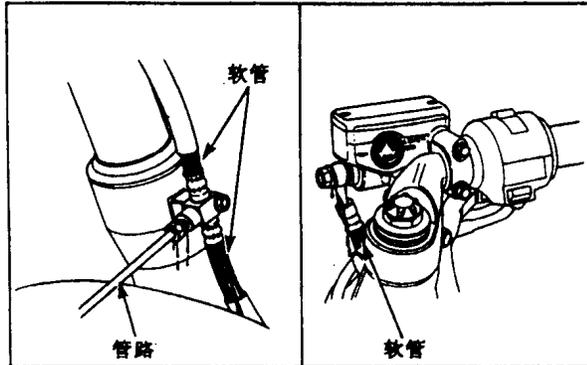

图 1-8 检查软管及管路等
2. 检查软管、管路及连接处有无老化、损伤。检查结合部及柱塞有无松弛现象。当左右转动方向把或行车中有震动时,检查软管及管路是否与其他机械部分有干涉现象。如图 1-8 所示。